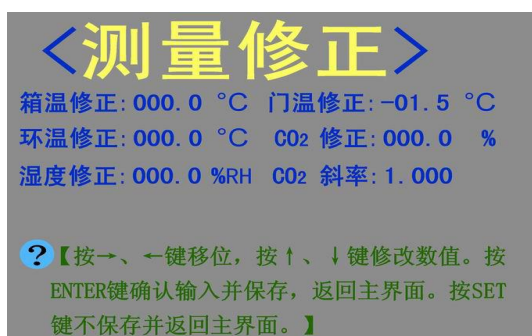

图 8
a) 按 7.1.1 操作步骤输入密码 2222，进入主菜单设置界面，点触测量修正，按“确认”键进入测量修正界面，如图 8 所示：